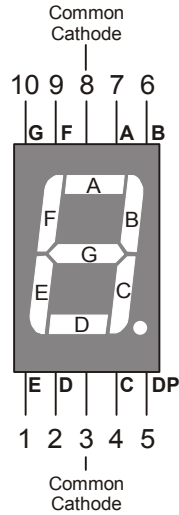
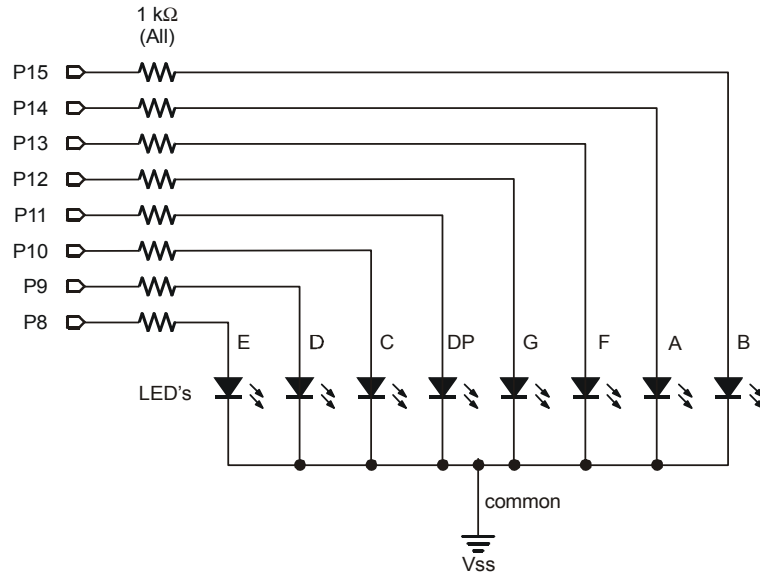
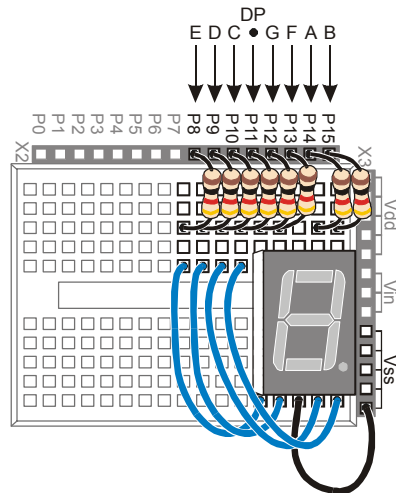

Figura 6-2
Figura 6-10
Figura 6-11
Un display a 7 segmenti è un blocchetto rettangolare composto da 7 linee di uguale lunghezza che possono essere accese selettivamente per visualizzare numeri ed alcune lettere. Un tipo molto comune è il display a 7-segmenti a LED, un blocchetto di forma rettangolare con 7 LED. La Figura 6-2 mostra il disegno pratico di un display a 7-segmenti che userete negli esercizi di questo Capitolo. C'è un LED aggiuntivo, un punto che può essere usato come punto decimale. Ciascuno dei segmenti (da A fino a G) ed il punto contengono dei LED distinti, che possono essere controllati individualmente. La maggior parte dei piedini hanno un numero a lato con una etichetta che corrisponde con un segmento LED. Il Pin 5 è etichettato DP, che significa Punto Decimale. I Pin 3 ed 8 sono etichettati "catodo comune", e saranno spiegati quando si parlerà dello schema di questo componente.
Piedinatura: La Figura 6-2 è un esempio di piedinatura. La piedinatura contiene informazioni utili che vi aiutano a collegare un componente ad altri circuiti. La piedinatura normalmente mostra un numero per ciascun piedino, un nome per ciascun piedino ed un riferimento. Date uno sguardo alla Figura 6-2. Ciascun piedino è numerato, ed il nome di ciascun piedino indica la lettera di ciascun segmento. Il riferimento per questo componente è dato dalla sua forma. Saprete, guardandolo di fronte, che il piedino 1 è quello vicino all'angolo in basso a sinistra del display. Altri componenti hanno riferimenti meno evidenti, come la parte piana del contenitore di un LED.
- ✓ Usando la pedinatura dalla Figura 6-2 come guida, ripetete questi passi per i segmenti da C a G.
La Figura 6-10 mostra lo schema elettrico e la Figura 6-11 mostra il cablaggio per questo esempio di display LED a 7-segmenti controllato dal BASIC Stamp.
√ Costruite il circuito mostrato nelle Figura 6-10 e Figura 6-11.
Schema elettrico e piedinatura: se state provando a costruire il circuito dello schema di Figura 6-10 senza guardare la Figura 6-11, consultate almeno la piedinatura del display LED a 7-segmenti (Figura 6-2, pagina 170).
Fate attenzione alle Resistenze collegate a P13 e P14. Guardate attentamente alle Resistenze collegate a P13 e P14 in Figura 6-11. C'è uno spazio tra queste due Resistenze. Lo spazio c'è perché il pin 8 del display LED a 7-segmenti è lasciato scollegato. Una Resistenza collega il pin I/O P13 al pin 9 del display LED a 7-segmenti. Un'altra Resistenza collega P14 al pin 7 del display LED a 7-segmenti.
della Figura 6-10
Bus Parallelo : I fili che trasmettono i segnali **ON/OFF** dal BASIC Stamp al display LED a 7-segmenti vengono chiamati bus parallelo. Notate che questi fili nella Figura 6-10 sono disegnati come linee parallele. Il termine parallelo diventa sensato data la geometria dello schema elettrico.